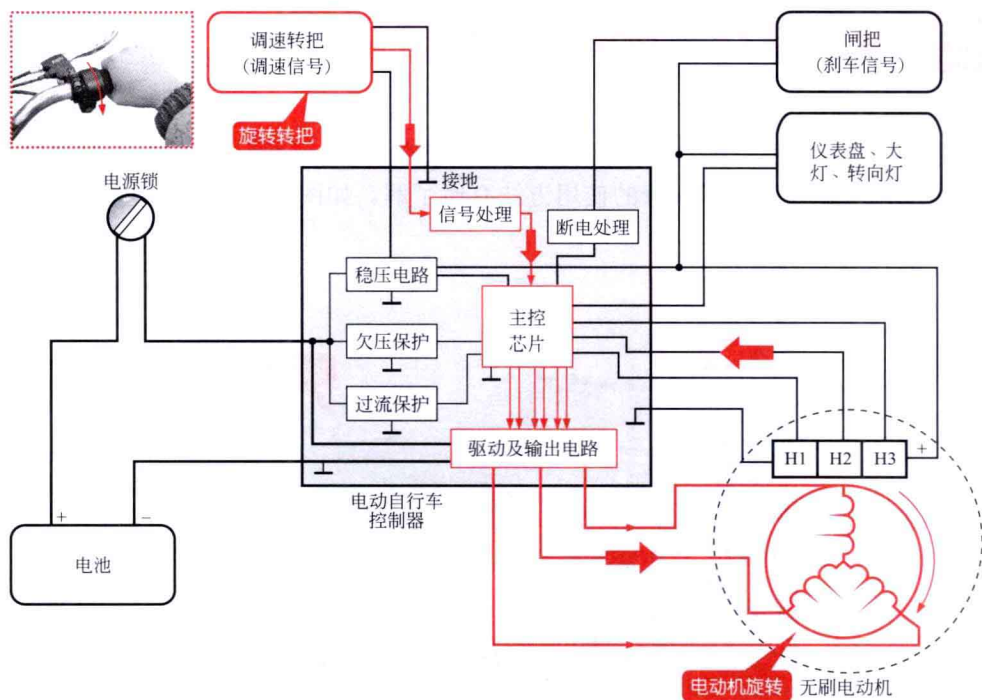

图1-12 调速部分的信号流程
② 旋转调速转把，调速转把便会输出调速信号（直流电压）送到控制器中，经控制器内部处理后，由电动机驱动及输出电路输出驱动信号，驱动电动机三相绕组，使电动机旋转，如图1-12所示。当调速转把旋转幅度较大时，电动机绕组通过电流变大，电动机转速提高；相反，电动机转速便会降低。